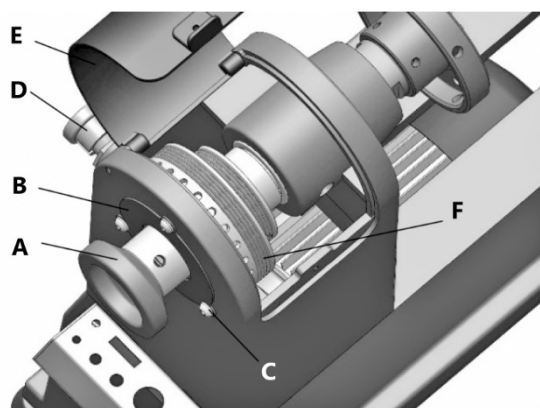

Рисунок 11.
**Всегда отключайте станок от сети при использовании опции секторного перемещения на данном станке. Не запускайте станок, если ручка D блокирует шкив F шпинделя (рис. 11).**